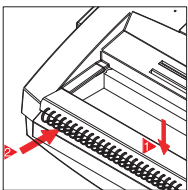

Figura-5
- Posicionar la espalda metálica bajo el aprieten como enseñado en la figura 5